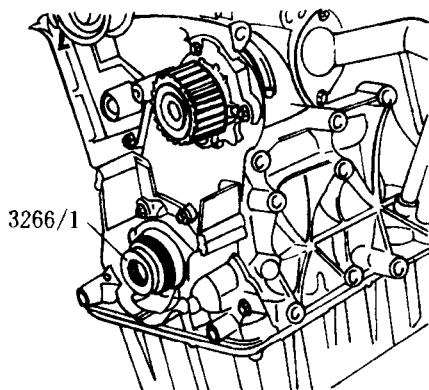

图 1-22
④松开滚花旋钮，顶着曲轴拧动内部件，直到取出油封。
①检查曲轴磨合痕迹，油封唇口涂上适量机油。
②将导向套筒 3266/1 装到曲轴轴颈上（图 1-22）。
说明：用装有油封的导向套筒安装密封法兰（图 1-22）。